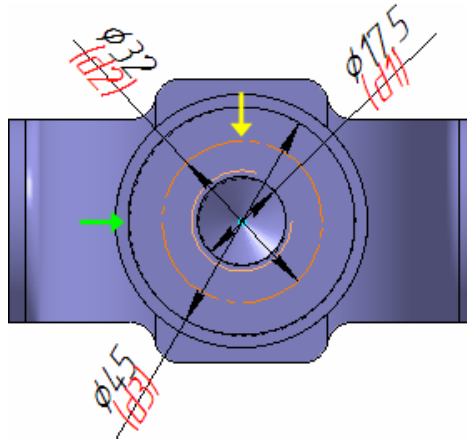

Рисунок 66.
- Проставьте диаметральный размер к круглому ребру цилиндрической бобышки (зеленая стрелка), присвойте ему имя переменной d3, включите флажок Информационный размер (рис. 66).